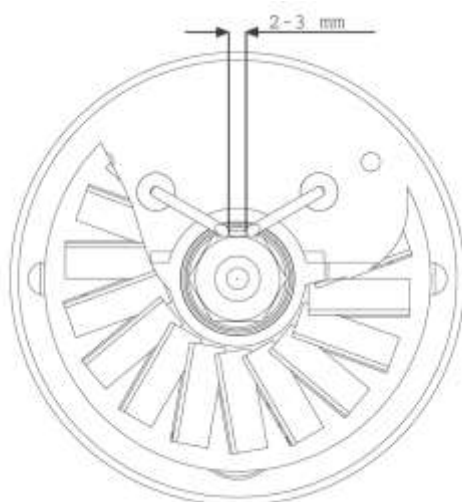

Fig .2
- Démontez le brûleur et nettoyez les différentes parties ; nettoyez les électrodes et réglez leur distance (voir Fig.2).
| | <ul style="list-style-type: none"> Le ventilateur démarre et la flamme ne s'allume pas ou ne reste pas allumée | <ul style="list-style-type: none"> L'allumage ne fonctionne pas | <ul style="list-style-type: none"> Vérifier les branchements des câbles d'allumage aux électrodes et au transformateur Vérifier la position des électrodes et leur distance selon le schéma FIG. 2 Vérifier que les électrodes soient propres Remplacer le transformateur d'allumage |